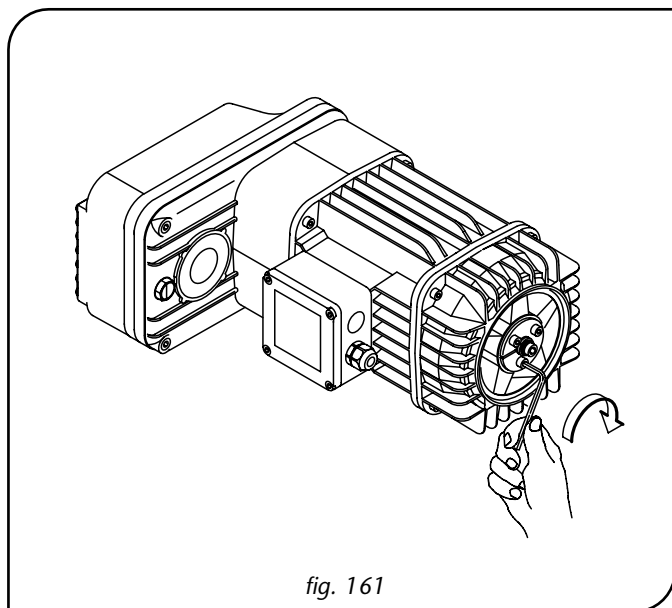

fig. 161
6. Replacer les trois vis dans leur emplacement original sur la douille en les vissant sur le billot (fig. 161)